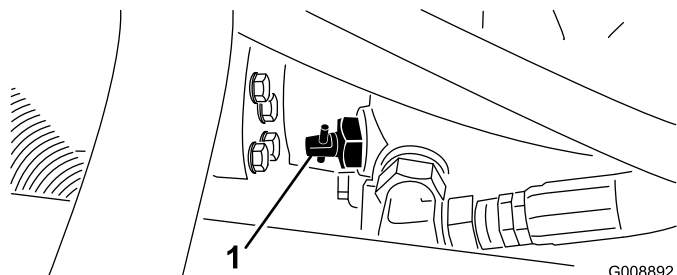

図 26
1. 油圧ポンプについているバイパスバルブ（図 26）を90° 回転させる。